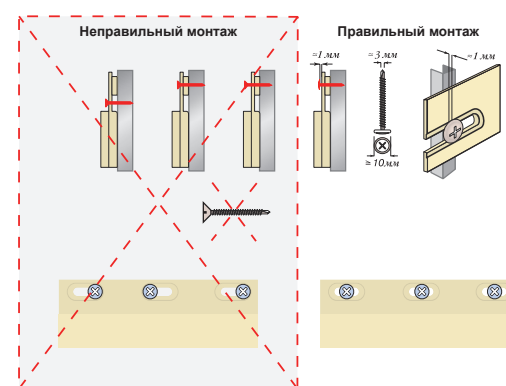

Рис. 2
- Установите нижнюю часть панели на стартовый профиль и закрепите её саморезами в гвоздевых отверстиях, руководствуясь рекомендациями (Рис. 2). Следующая панель устанавливается на стартовый профиль аналогично первой и заводится в первую панель до касания с термокомпенсаторами.
- ствуйсь рекомендациями (Рис. 2). Последующие панели устанавливаются аналогично.
- Закрепите фасадный J-профиль по аналогии с монтажом всех используемых элементов системы (Рис. 2). Для того, чтобы завести панель в универсальный J-профиль. его достаточно отогнуть.